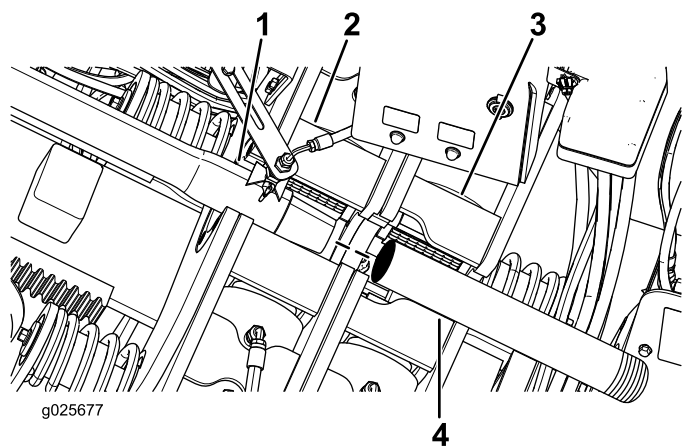

Figura 60
- Pase la barra de acoplamiento por la mordaza inferior (mordaza estacionaria), según se muestra en Figura 60.